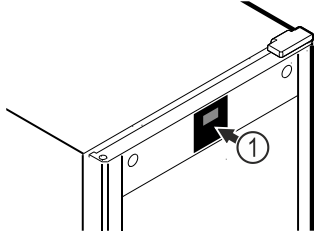

Fig. 52 Ενδεικτική απεικόνιση
Το θερμομέτρο είναι ήδη βαθμονομημένο από το εργοστάσιο (όφσεντ +6 Kelvin). Εάν η εσωτερική θερμοκρασία αποκλίνει από την ένδειξη θερμοκρασίας Fig. 52 (1), μπορείτε να βαθμονομήσετε το θερμομέτρο.